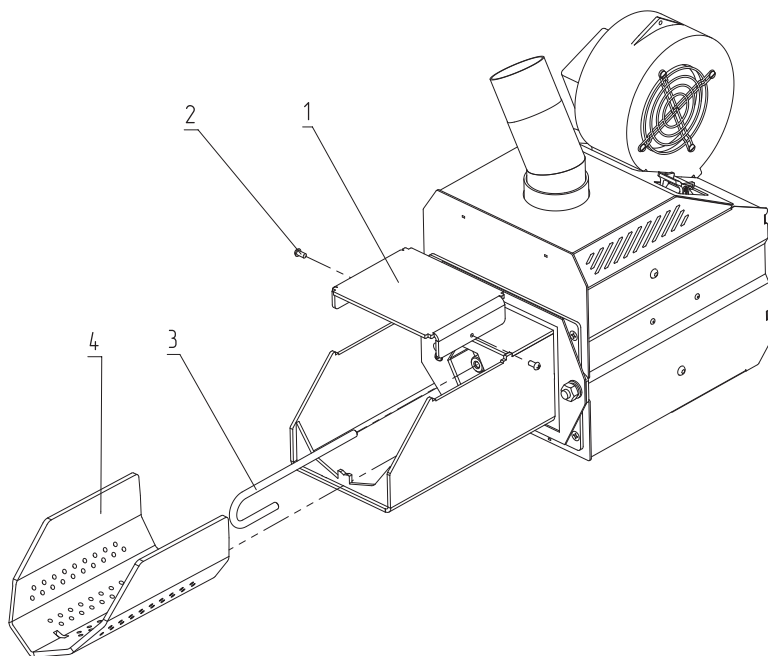

Рис. 8 Порядок сборки горелки
- Установите съемную чашу топки (**Рис. 8, поз. 4**) в лоток горелки;
- Закрутите шуровку (**Рис. 8, поз. 3**), как показано на **Рис. 8**;
- После установки пеллетной горелки на котел, установите съемный отбойник (**Рис. 8, поз. 1**);
- Закрепите отбойник фиксирующими винтами (**Рис. 8, поз. 2**).